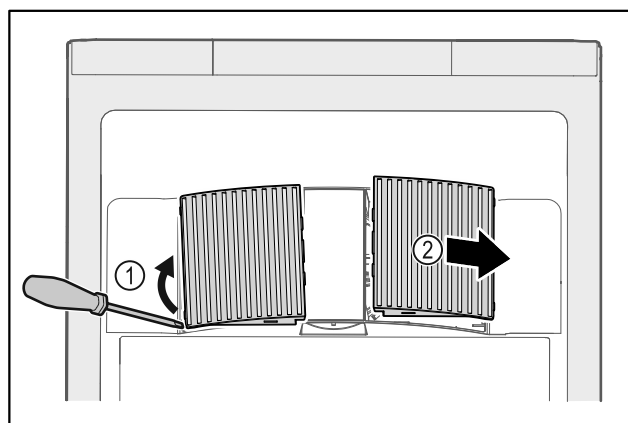

Fig. 234
- ▶ 从侧面小心撬开风机盖板 Fig. 234 (1) 并朝前取下 Fig. 234 (2)。